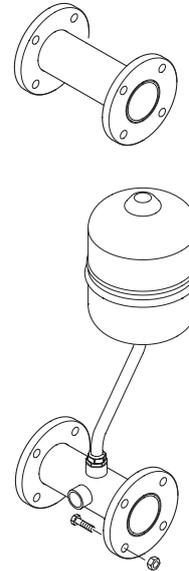

Fig. 6
1.10 DESCRIPTION KIT RACCORDEMENT COMPENSATEUR HYDRAULIQUE code 8101534 (à demander à part) (fig. 6)